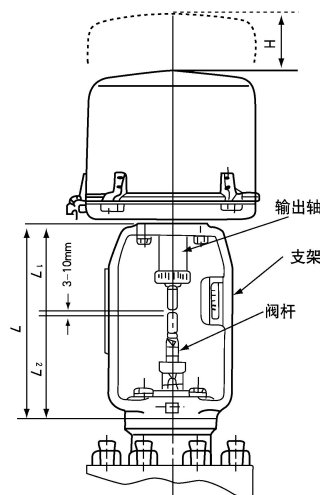

图6
5.1 由于执行器的配线、调整及检查维护等工作需要拆卸护罩，因此在安装时，执行器顶部应留有一定的空间(见图6),应留空间尺寸H见表2
5.3 执行器通过支架和调节阀联结后,用开合螺母连接输出轴和阀杆时,输出轴的下端与阀杆的上端之间应留有3~10mm距离(见图6)。